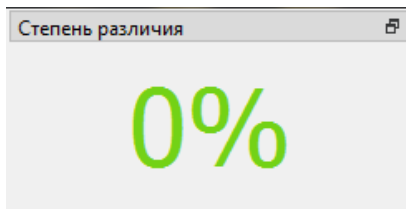

Рисунок 10. Элемент интерфейса показывающий процент различия ВАХ двух элементов
- В разделе степень различия (рисунок 10) указывается различие между двумя сравниваемыми ВАХ, где 100% – это полностью различные ВАХ, а 0% – абсолютно одинаковые ВАХ.